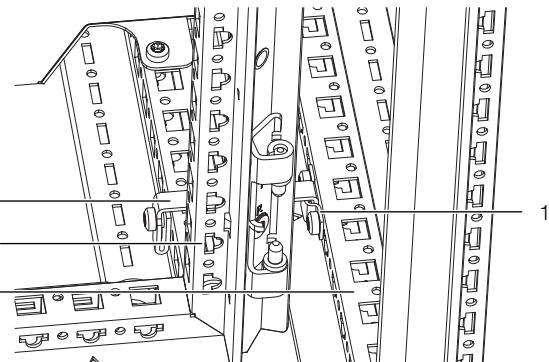

Abb. 40: Verbindungselement im hinteren Bereich VX/VX
- Montieren Sie ebenfalls vor dem Anreihen die für das Verbindungselement benötigte Lasche (Abb. 40, Pos. 1) am Serverschrank VX IT.
- Setzen Sie dann im hinteren Bereich ein Verbindungselement (Abb. 40, Pos. 2) zwischen die Rahmen des LCP Inline Protruding und des Serverschranks ein.